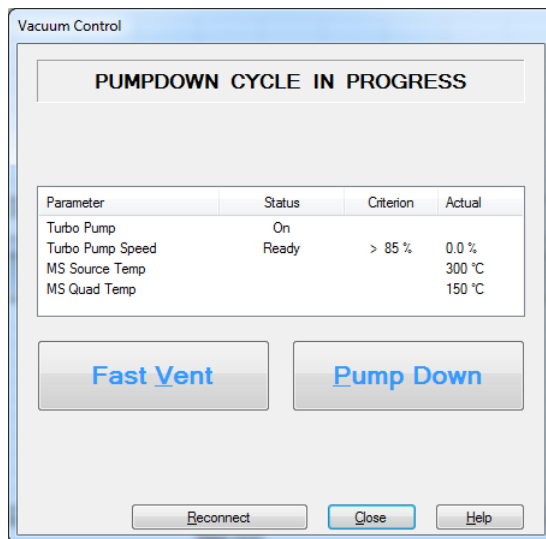

Abbildung 48. Dialog zur Vakuumsteuerung
- 10 In der Ansicht **Instrument Control** (Gerätesteuerung) im Menü Geräte wählen Sie **MS Vacuum Control** (MS Vakuum-Steuerung), um den Dialog **Vacuum Control** (Vakuum-Steuerung) anzuzeigen. (Siehe **Abbildung 48**.)